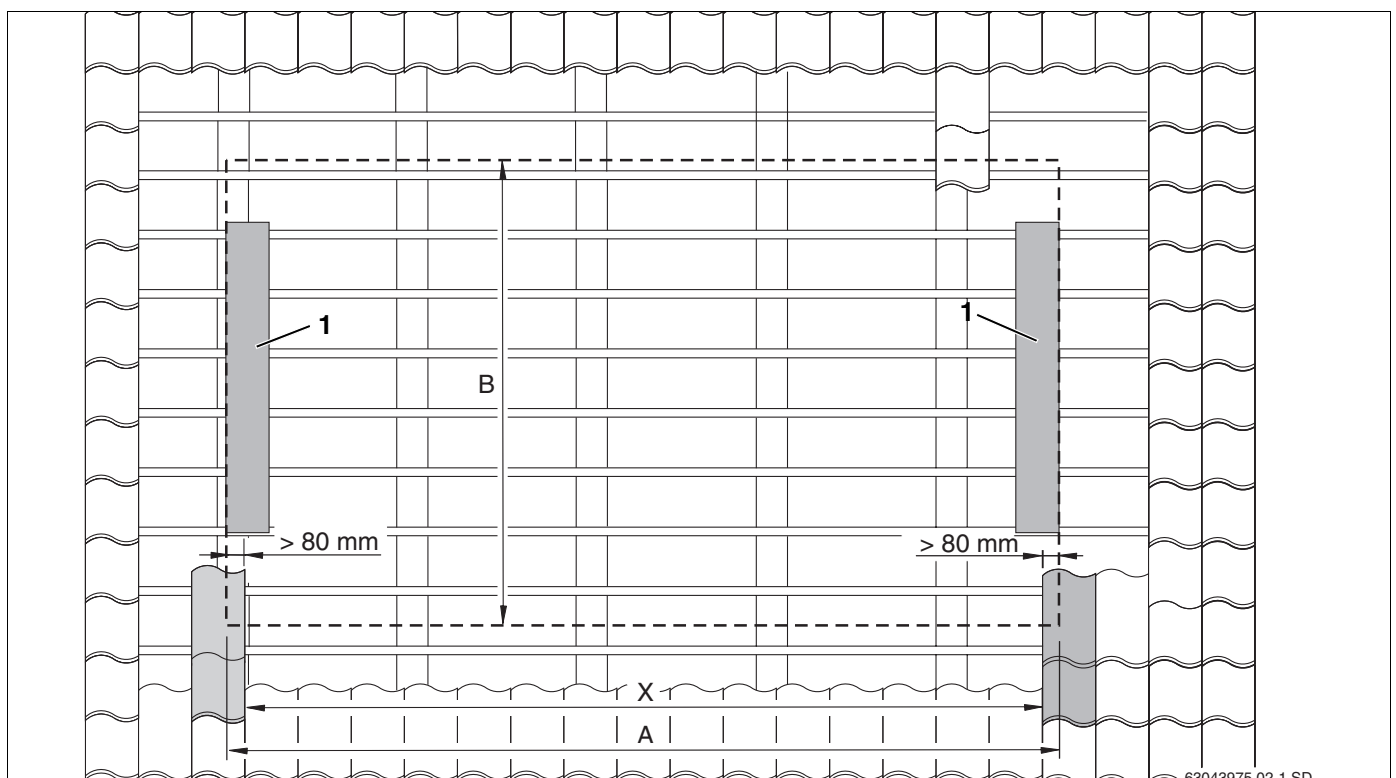

Fig. 8 Determinar a posição exacta do campo de colectores
- Determinar a medida X (distância entre as telhas, que se encontram sobre as chapas de cobertura laterais, fig. 8, **item 1**) e transferi-la para o telhado.
- Tendo em conta a medida B (fig. 8), determinar a fiada inferior de telhas (fig. 8, **item 2**).